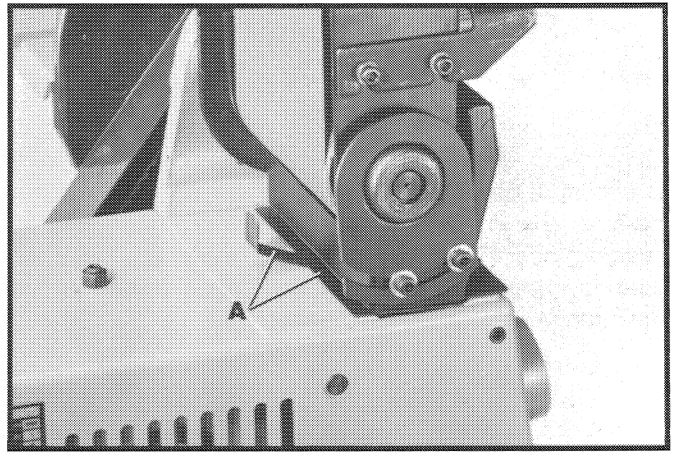

Fig. 36
Si su lijadora se encuentra conectada a un sistema de recolección de polvo, la lijadora está equipada con un escudo guardapolvo accionado manualmente (A) Fig. 36, que debe ajustarse conforme a la operación de lijado.
1. Si está lijando con el disco, oprima el escudo guardapolvo hacia adentro (A) Fig. 36.